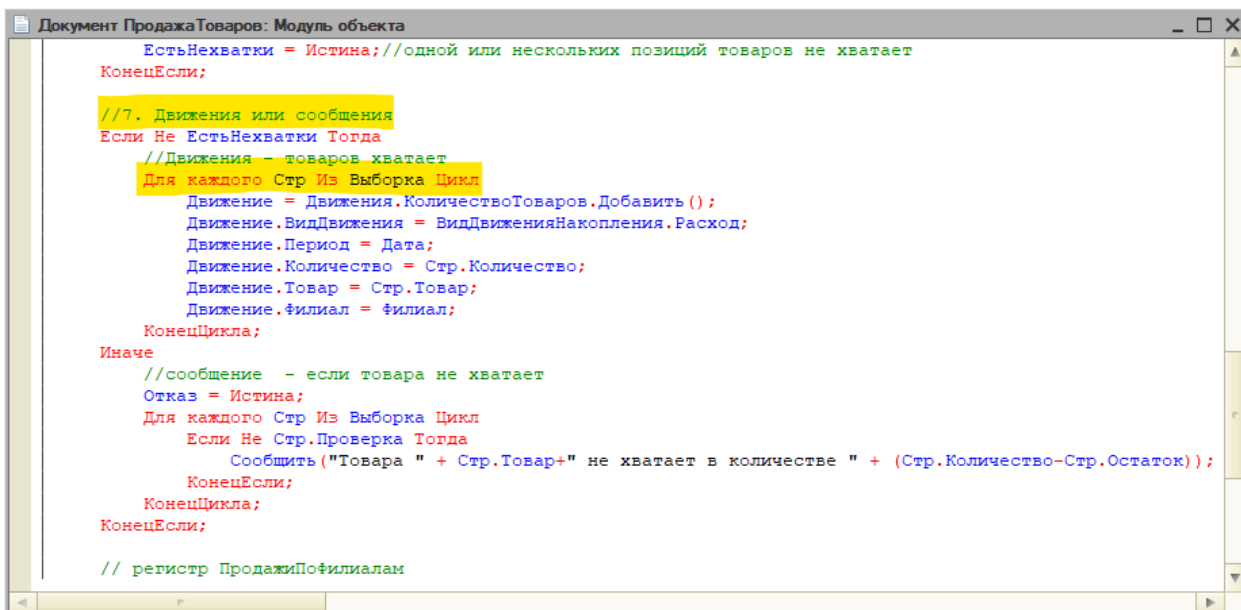

Рис. 5.72. Редактирование движения документа
9. Далее продолжаем редактировать движения (рис. 5.72):